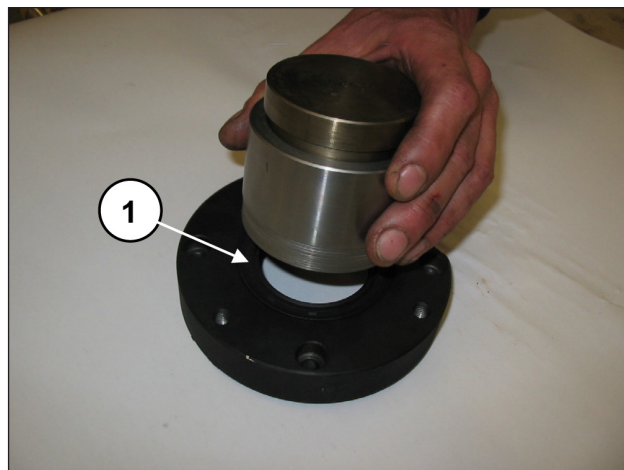

Fig. 64
Pré-monte as coberturas do rolamento PTO direito e esquerdo: Insira o anel de estanqueidade radial no interior da cobertura do rolamento PTO, mediante o uso da ferramenta cód. 27548200 (pos. ①, Fig. 64).